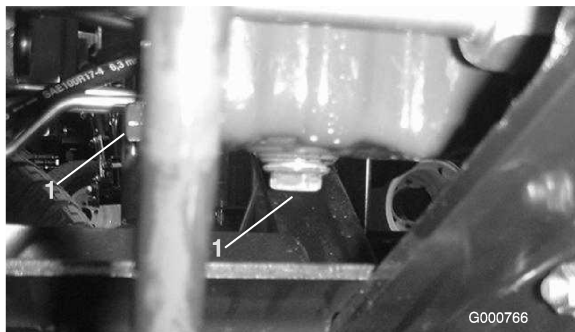

Figura 42
1. Retire o bujão de dreno (Figura 42) e deixe o óleo escorrer para um recipiente adequado. Quando o óleo parar, volte a montar o tampão de escoamento.